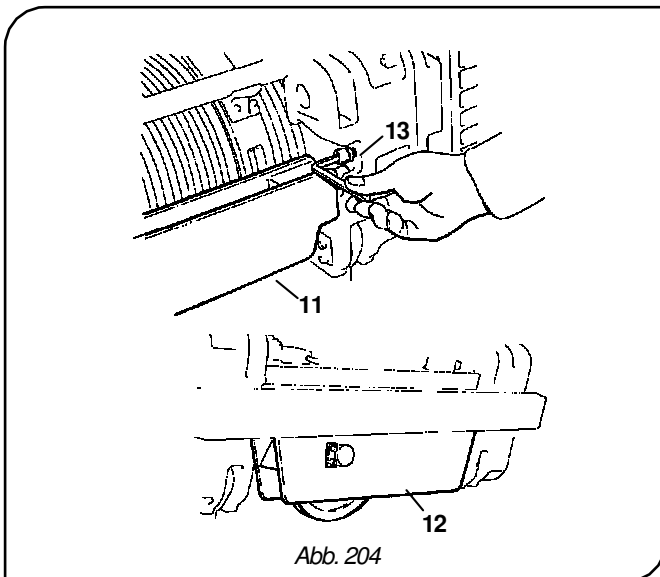

Abb. 204
11. Montieren Sie erneut die Seilbefestigungstraverse **-11-** und im Falle von viersträngigen E-Zügen auch die Rollentraverse **-12-**, indem Sie die Sicherheitsschrauben **-13-** wieder einsetzen und fest anziehen (Abb. 204).